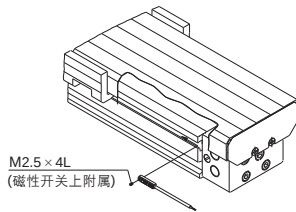

图2 磁性开关安装图
② 磁性开关、导线套安装要领
- 1) 磁性开关由气缸侧面插入后, 用附属的螺钉固定(参见图2)。